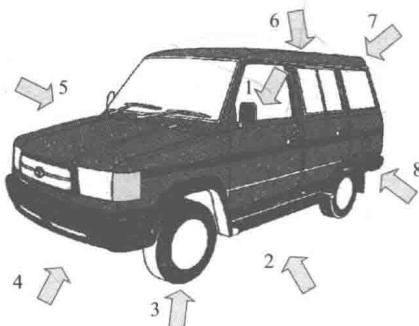

图 1-1 环车检查位置
(1) 环车检查 环车检查时，向客户确认有无贵重物品或遗留物。如有，应当场交还客户。环车检查的位置如图 1-1 所示。